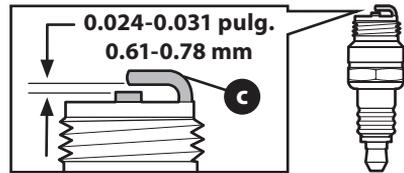

Figura 14
- Mida la separación de bujía con un calibrador. Corrija de ser necesario torciendo el electrodo lateral (c) (Figura 14). La separación debe establecerse en 0.024 - 0.031 pulgadas (0.61 - 0.78 mm).